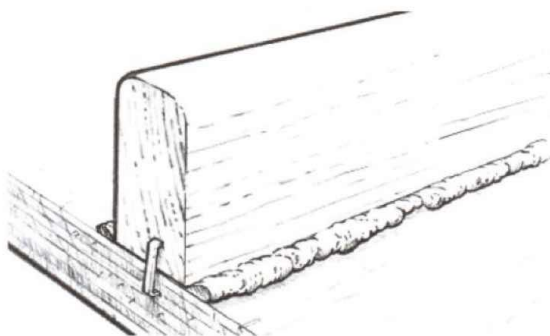

Рисунок 8-10 При достаточном количестве смеси и достаточном давлении, небольшое её количество должно выдавливаться из стыка.
3. Зафиксируйте детали. Применяйте зажимы так, как того требует ситуация, чтобы удерживать детали на месте. Используйте такое прижимное усилие, чтобы небольшое количество смолы выдавилось из стыка, что будет означать, что эпоксидная смола имеет хороший контакт с обеими поверхностями (*Рисунок 8-10*). Старайтесь не применять излишнего усилия при фиксации деталей; это может привести к выдавливанию всей смолы из стыка.